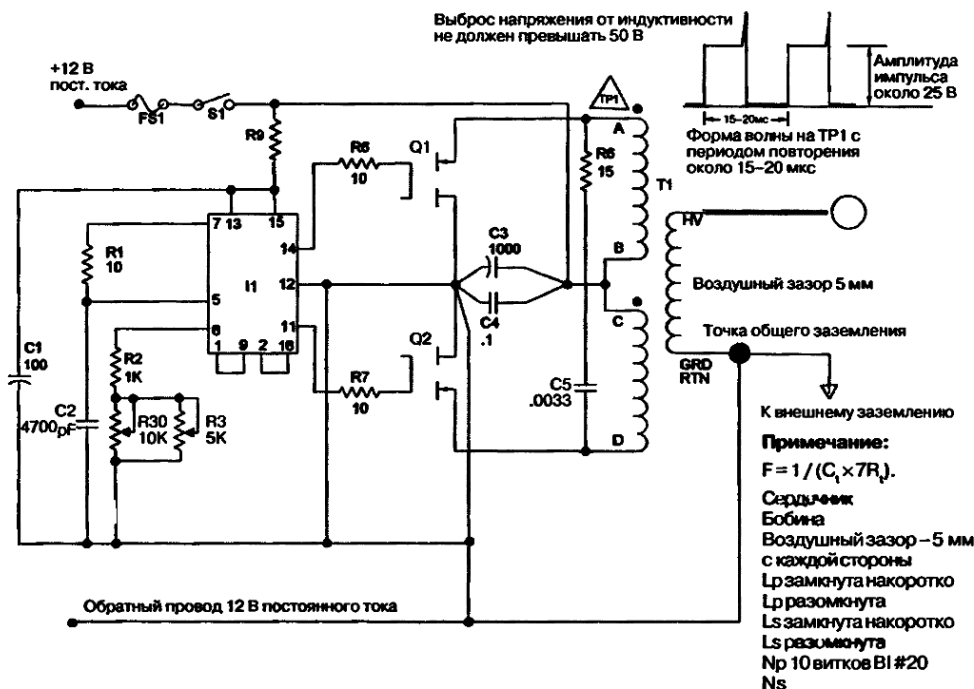

Рис. 17.2. Принципиальная схема устройства
Как показано на рис. 17.2, первичная обмотка трансформатора T1 подключена к истоковым выводам двух металл-оксид-полупроводниковым полевым транзисторам n-типа (MOSFET) Q1 и Q2, соединенных в двухтактную схему. Такое подключение использует полный потенциал сердечника строчного трансформатора и уменьшает электрическую нагрузку на MOSFET, поскольку они работают в ненагруженном режиме, оставаясь холодными даже при входном токе 5–7 А. Запускающая схема П вырабатывает дополнительные выходные сигналы со смещением фазы на 180° и встроенной задержкой. Частота регулируется с помощью переменного сопротивления R30 и сопротивления регулировки диапазона R3. Регулировка резистором R3 позволяет сделать устройство универсальным – работать в широком диапазоне частот, когда нужно вывести T1 из резонансного режима, чтобы он мог быть первой ступенью умножителя напряжения и образовывать регулируемый высоковольтный источник постоянного напряжения.
5. Продолжайте увеличивать R3, отметьте резкое увеличение тока (около 7 А) и реакцию на выходе. Нужно немедленно выключить устройство, поскольку в этом режиме без достаточной нагрузки (например, неоновой лампы или флуоресцентной трубки) может быть повреждена катушка. Если у вас есть осциллограф, вы можете закоротить выход T1 на землю и наблюдать тестовые формы сигналов (см. рис. 17.2). Это подтверждает правильную работу устройства. Имейте в виду, что трансформатор спроектирован таким образом, что режим переключения полевых транзисторов MOSFET может происходить даже при закороченном выходе.